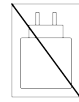

Abbildung 1
- 2 Schließen Sie das andere Ende des USB-Kabels an einen USB-C-Anschluss an Ihrem Computer oder ein USB-C-5V-Wandladegerät an. (Das Ladegerät ist nicht im Lieferumfang enthalten; siehe Abbildung 1).